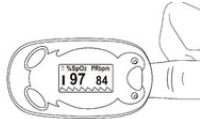

Abbildung 5: Finger in Position bringen
- Öffnen Sie den Clip wie in Abbildung 5 dargestellt.